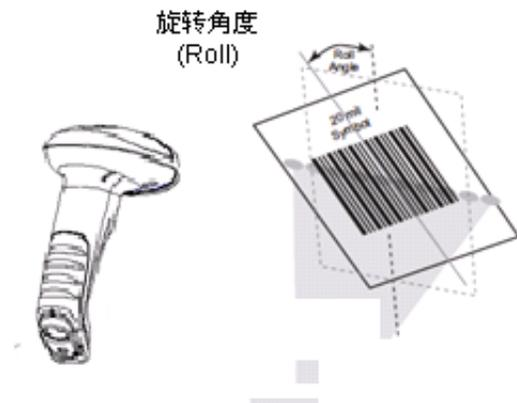

图 1-13
- ◇ 旋转角度(Roll)： $\pm 30^\circ$ ；测试条件为 0° 倾斜角及 0° 偏转角（见图 1-13）。